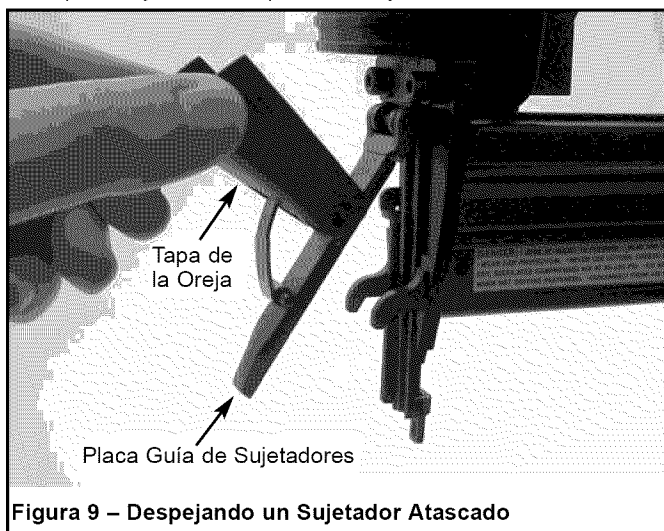

Figura 9 – Despejando un Sujetador Atascado
- Sujete la tapa de la oreja por ambos extremos y tire de ella hacia fuera hasta que el pasador se desenganche del pestillo. Luego tire hacia arriba de manera que la placa guía de sujetadores oscile alejado del depósito (véase la Figura 9).